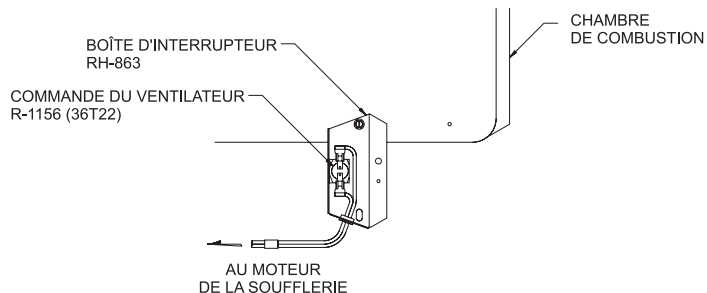

Figure 9
7. Avec la boîte d'interrupteur perpendiculaire à la chambre de combustion, aligner le trou rond libre sur la boîte d'interrupteur avec le trou de vis situé à gauche sur la chambre de combustion. (Voir Figure 9)